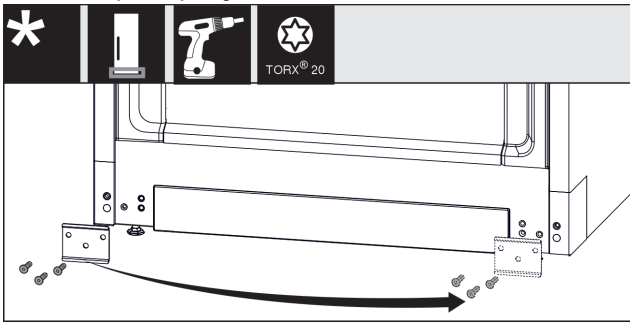

Fig. 18
- ▶ Открутите лист, переставьте на другую сторону и снова прикрутите. Fig. 18 (1)